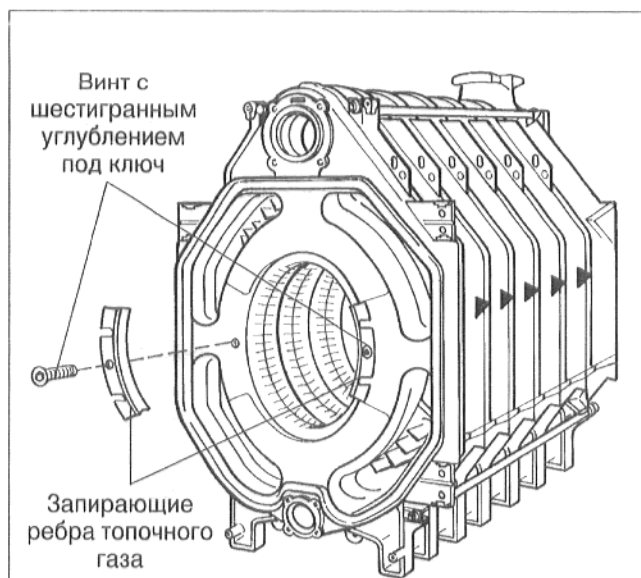

Рис. 59
- Ослабить винт в запирающем ребре топочного газа и устранить запирающие ребра слева и справа (рис. 59).